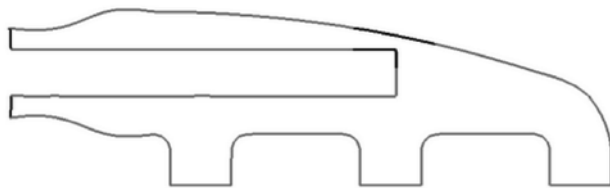

图 5-188 将选择的 PLOTTEL 单元移动到目标集合中
(9) 将 dest group/dest component 切换到 dest component= 并选择目标集合为 wall_critical。
(10) 单击 move 按钮，将选择的 PLOTTEL 单元移动到目标集合中，如图 5-188 所示。